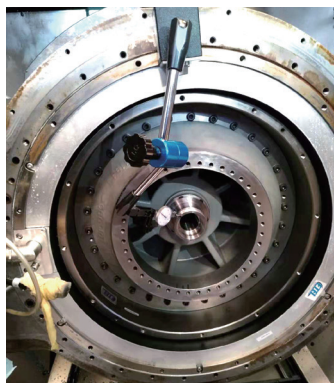

图9 转台心轴精度测试
9) 拆卸制动盘之后，对转台心轴进行检测（见图9），径向圆跳动在0.01mm以内，轴向圆跳动为0.04mm，初步判断转台轴承略有损伤。